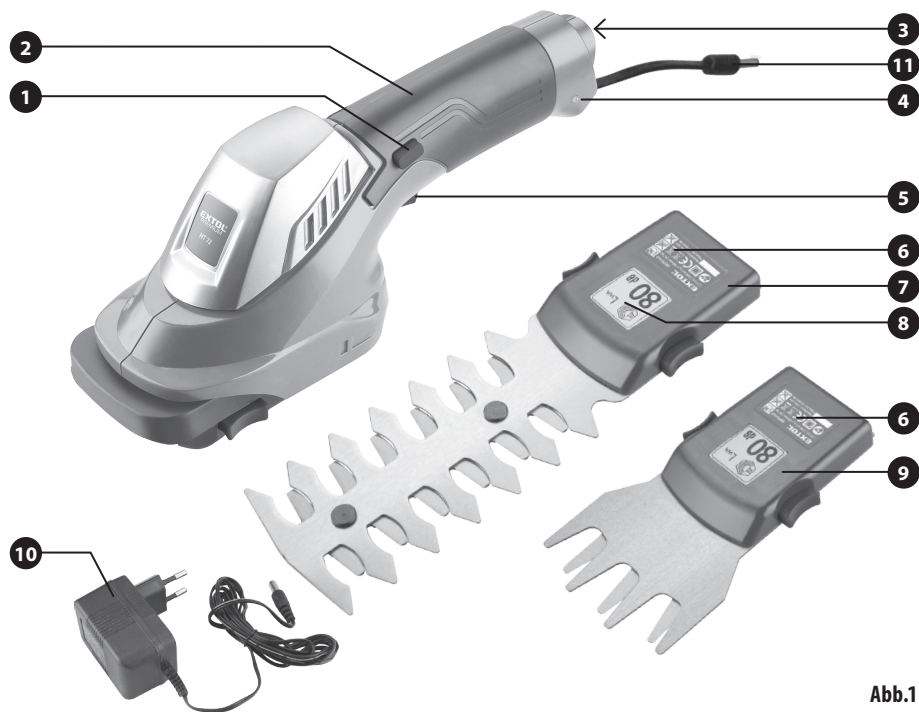
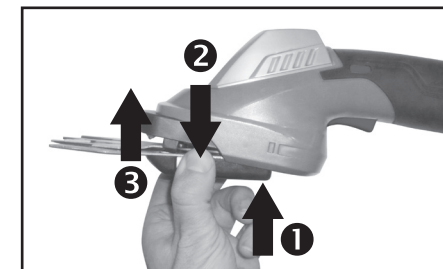

Abb.1
Abb.3
- ➔ Wählen Sie den Aufsatz je nach Art der auszuführenden Tätigkeit nach der Abb. 1 und gehen Sie bei der Montage nach der Abb. 3 vor.